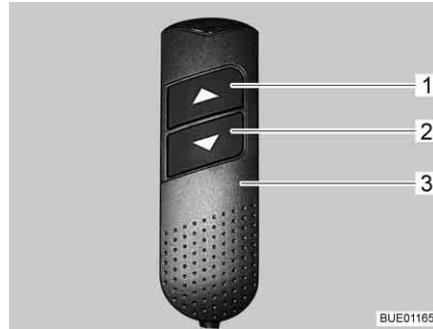

Fig. 78 Elemento di regolazione manuale
- Sull'elemento di regolazione manuale (Fig. 78,3) premere contemporaneamente i due tasti freccia (Fig. 78,1 e 2) e tenerli premuti fino a quando il letto basculante non si è spostato completamente verso l'alto e si sente un segnale acustico.
- Sull'elemento di regolazione manuale (Fig. 78,3) premere il tasto freccia inferiore (Fig. 78,2) e tenerlo premuto fino a quando il letto basculante non ha raggiunto la posizione finale in basso.
- Sull'elemento di regolazione manuale (Fig. 78,3) premere il tasto freccia superiore (Fig. 78,1) e tenerlo premuto fino a quando il letto basculante non ha raggiunto la posizione finale in alto.
- Dopo il reset portare il letto basculante con il tasto freccia (Fig. 78,1 o 2) verso la direzione opposta fino in posizione di finecorsa.